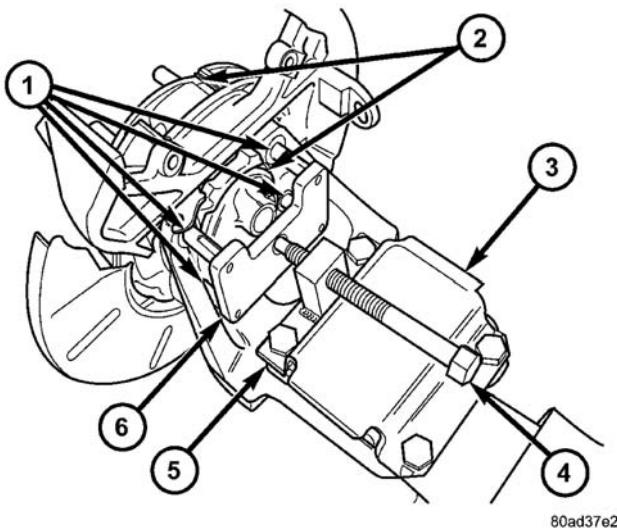

图 9 用专用工具 8458 拆卸
(6) 如果用手不能从车桥上拉下轮毂和轴承, 使用拆卸器 (专用工具 8458) (图 9) 并按照下述程序从车桥中压出轮毂和轴承。
(c) 用弹簧板螺栓安装螺钉座 (专用工具 8458-2), 如图所示 (图 9)。